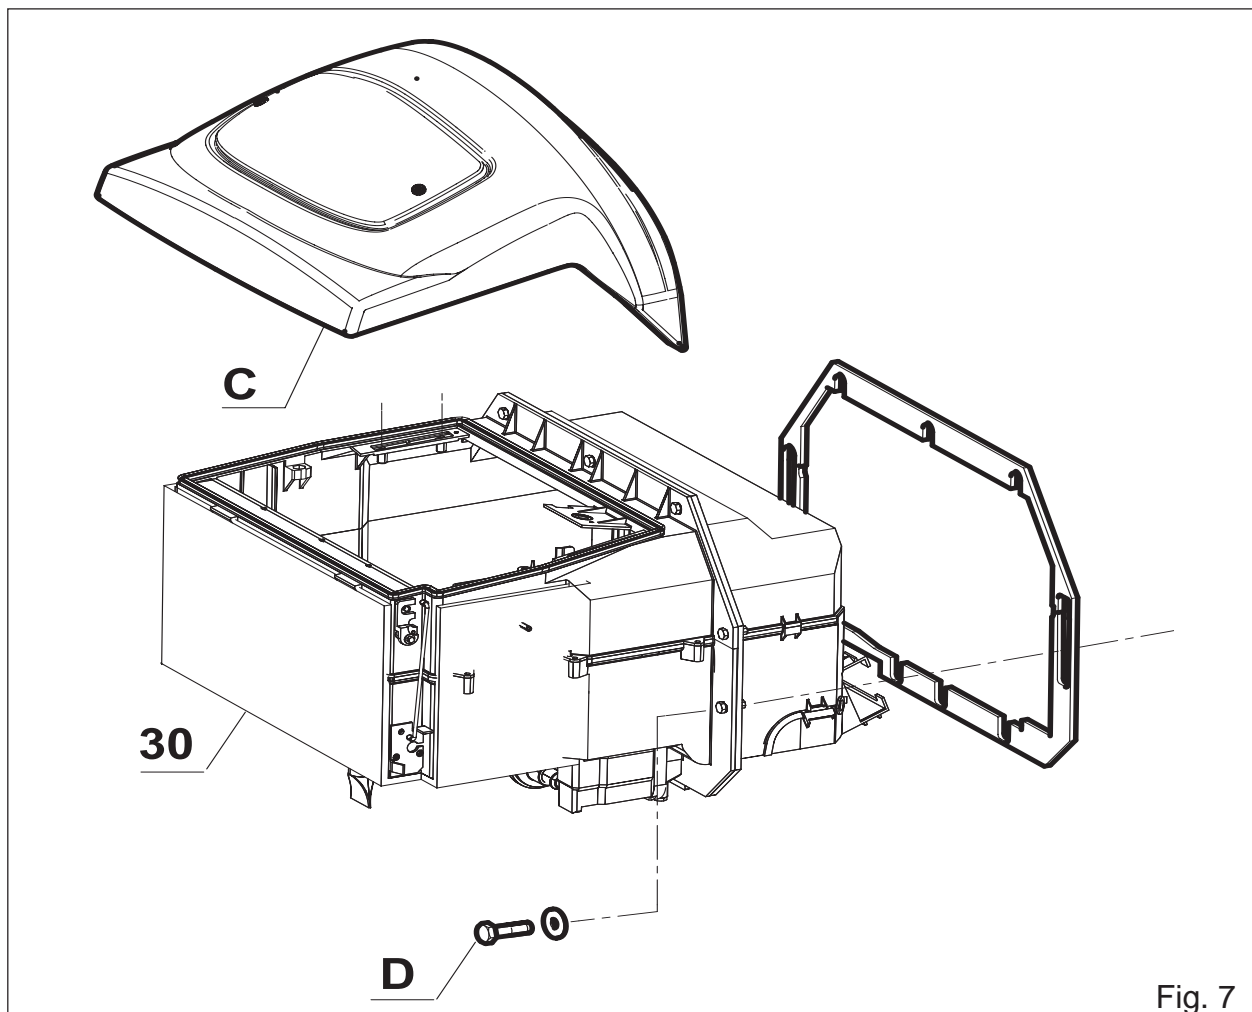

Fig. 7
- Retirer l'écope supérieure (**rep. C, fig. 7**).
- Desserrer les dix vis de fixation de bloc chauffage (**rep. D, fig. 7**).
- Monter en remplacement le bloc chauffage + clim (**rep. 30, fig. 7**) (prendre soin au passage du faisceau dans planche de bord).